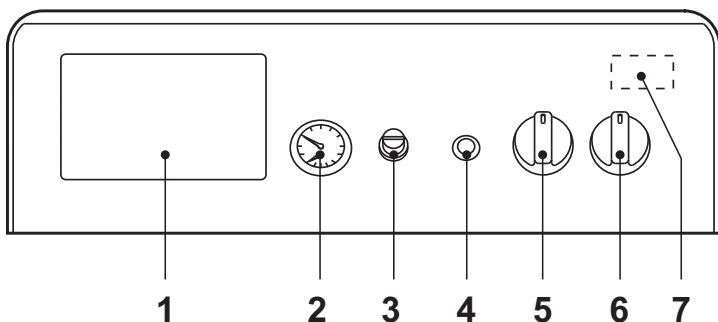
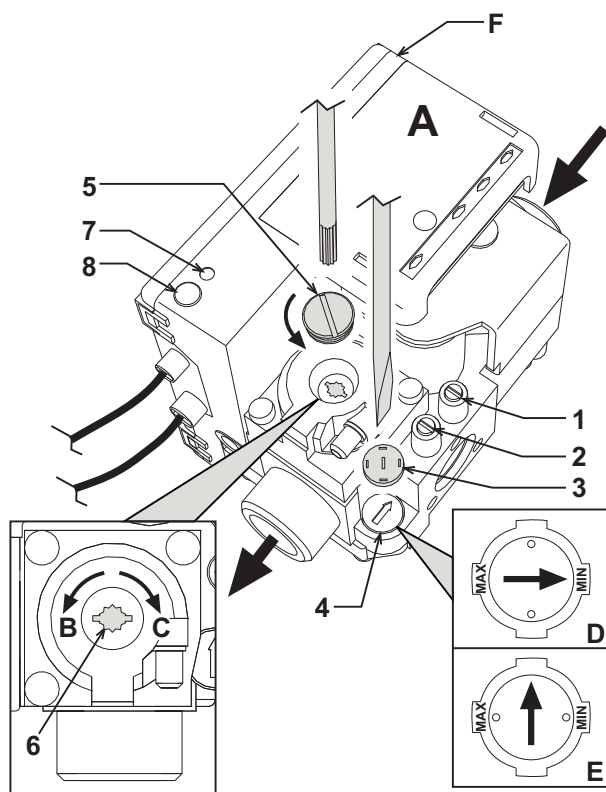

рис. 1 - Панель управления
рис. 3 - Регулирование давления
- Установите главный выключатель "6" в положение 1 (рис. 1).
- Если котел оборудован электронным термостатическим блоком управления, установленным в положении 1 на рис. 1, пользователь должен также соблюдать инструкции, предоставляемые изготовителем данного блока.
Повернув ручку 5 на рис. 1 по часовой стрелке, температура воды в системе отопления повышается и наоборот. Температуру воды в системе отопления можно регулировать в пределах от 30° до 90°. Однако не рекомендуется эксплуатировать котел при температуре ниже 45°.
Задайте с помощью термостата температуры воздуха в помещении нужную температуру внутри помещения. По команде от комнатного термостата котел нагревает воду в системе отопления до температуры, заданной с помощью термостата регулировки котла 5 де рис. 1. При достижении в помещении желаемой температуры котел выключается.
При заполнении холодной системы отопления, давление воды, контролируемое по показаниям установленного на котле водомера поз. 2 на рис. 1, должно составлять примерно 1,0 бар. Если во время работы давление воды в системе упало (из-за испарения растворенных в воде газов) до величины ниже вышеуказанного минимума, пользователь должен открыть кран подачи воды и довести давление до первоначального значения. По окончании операции всегда закрывайте кран подачи воды.
Подключите манометр к штуцеру отбора давления 2 (рис. 3), расположенному после газового клапана, затем переведите ручку термостата котла (поз. 5 - рис. 1) на максимум.
Сняв защитную пробку 5 (рис. 3), регулируйте давление газа с помощью винта 6 на желаемое значение (см. таблицу технических данных и диаграммы изменения мощности, приведенных в сар. 5).
2. Снимите с газового вентиля маленький защитный колпачок 3 (рис. 3). С помощью маленькой отвертки отрегулируйте "СТУПЕНЬ" розжига на основании выбранного для работы газа (G20-G25 Положение D рис. 3 или G30-G31 Положение E рис. 3); установите защитный колпачок на место.